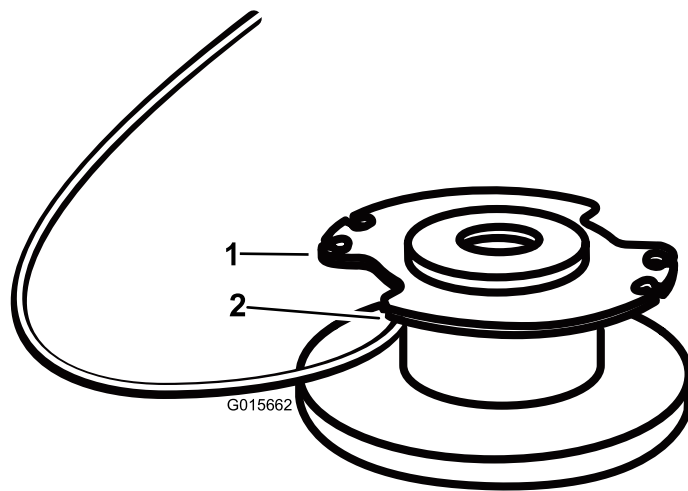

Figura 16
- Inserte el hilo por el taladro de anclaje en la parte superior del carrete (Figura 16). Enrolle el hilo en el carrete en el sentido indicado por las flechas marcadas en el carrete.